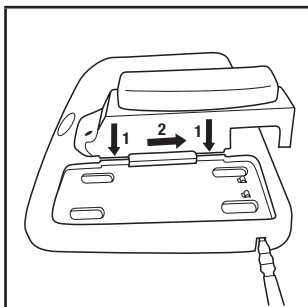

Fig. 2 – Installation du chargeur multiposte
- Trousse de chargeur pour quatre piles TR-644N 3M™ : Insérer le support de charge TR-640 dans l'un des ports du chargeur pour quatre piles TR-944N 3M™ et le faire glisser pour le verrouiller en place (Fig. 2). (**REMARQUE** : Lorsqu'on utilise le chargeur pour quatre piles, le bloc d'alimentation de chargeur pour une pile TR-941N Versafo™ 3M™ n'est pas branché au support TR-640.